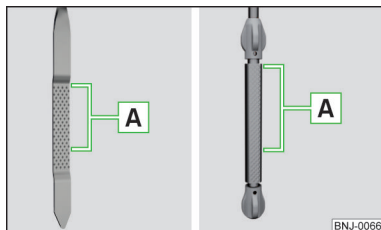

Fig. 170
El nivel de aceite tiene que situarse en la zona » fig. 170. Si el nivel de aceite se encuentra por debajo de la zona se debe rellenar aceite.
- El nivel de aceite no debe estar nunca fuera de la zona » fig. 170. ¡Existe riesgo de daños del motor, así como en el sistema de gases de escape!